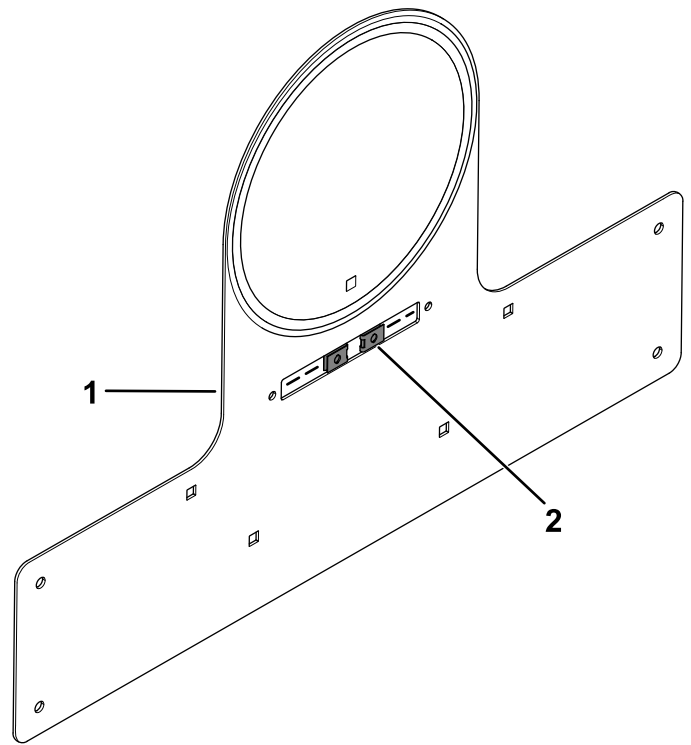

**Figura 25**
5. Aplique o autocolante de velocidade adequado na montagem da placa de velocidade (Figura 25).